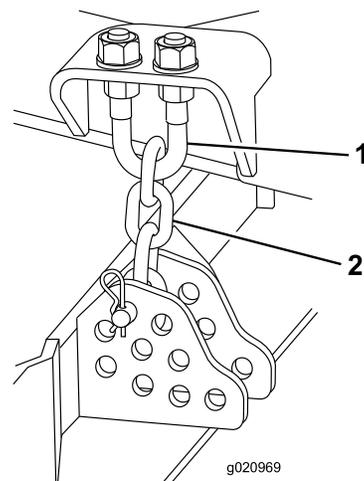

Figure 78
1. Desserrez les écrous de blocage en haut ou en bas de l'étrier fileté de la chaîne de hauteur de coupe (Figure 78).